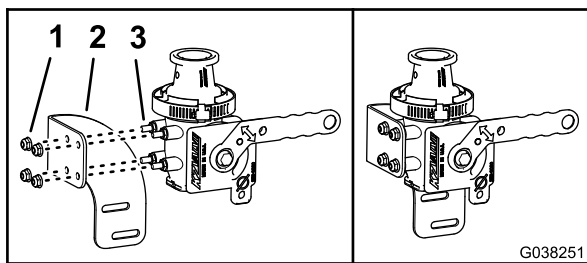

図 59
1. 図 59のように、エダクタ停止ブラケットのホースを、エダクタ停止バルブのスタッドに合わせる。
2. ブラケットをバルブに組み付ける 図 59 フランジロックナット¼ インチ4個を使用する。